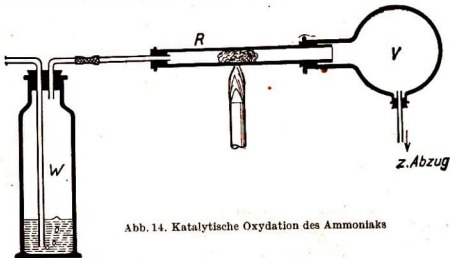

Abb. 14. Katalytische Oxydation des Ammoniaks
1. Durch die verdünnte Ammoniaklösung der Waschflasche W (Abb. 14) leitet man einen langsamen Luftstrom. Die Luft belädt sich mit Ammoniakgas. Das Gemenge strömt durch das Rohr R, in dem sich ein Bausch erhitzten Platinasbestes befindet. In V sammeln sich braune Gase an, die sich in Wasser zu einer sauren Flüssigkeit lösen. (In dem Verbindungsrohrchen zwischen W und R bringt man etwas Stahlwolle unter. Sie soll verhindern, daß bei einer allenfalls eintretenden Entzündung des Ammoniakluftgemisches die Verpuffung auf den Inhalt der Waschflasche übergreift.)